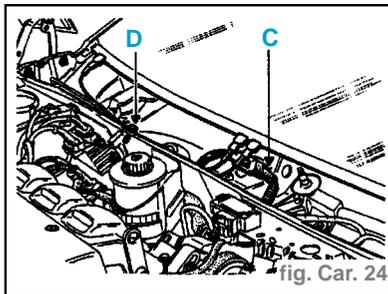

fig. Car. 24
- Pare-brise chauffant (fig. Car. 24) :